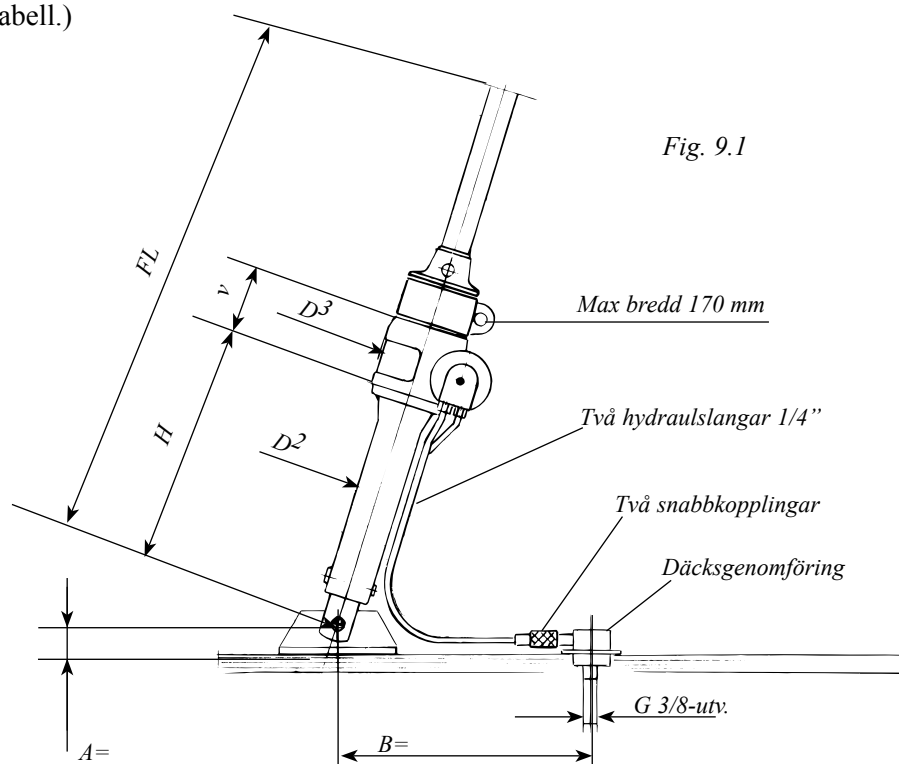

Fig. 9.1
3. Kontrollera att drivenheten går klar för pulpit, bogankare eller andra däckbeslag. (Se fig. 9.1 och tabell.)